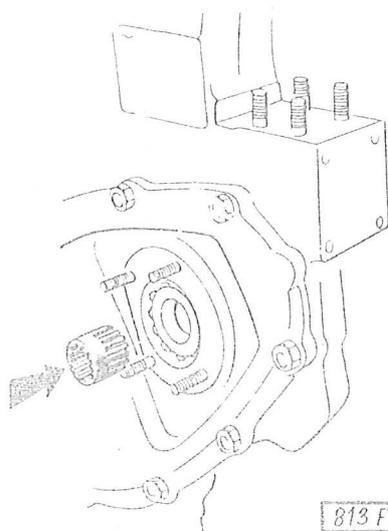

Abb. 03-82 Einbau der Zahnkupplung bei der Pumpe zur Lenkhilfe
55. In den Hohlraum der Welle für den Antrieb der Pumpe zur Lenkhilfe die Zahnkupplung (Abb. 03-82) einlegen. Auf den Deckel die Dichtung auflegen, die Pumpe anschrauben.